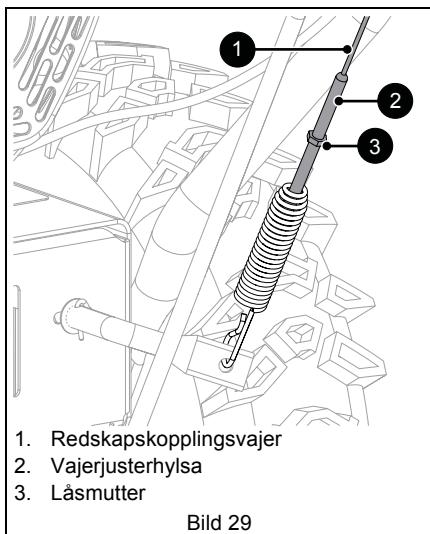

Bild 29
4. Lossa låsmuttern på vajerjusteringsshylsan och vrid sedan justerhylsan nedåt för att förkorta vajern så att den spänns. Se Bild 29.
6. Dra åt låsmuttern på vajerjusterhylsan. Se Bild 29.